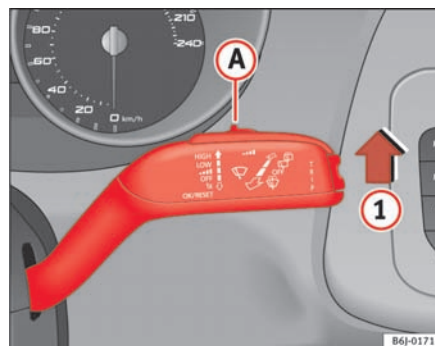

Fig. 60 Betjeningsarm til viskerne
- Sæt armen i position ① ⇒ fig. 60.